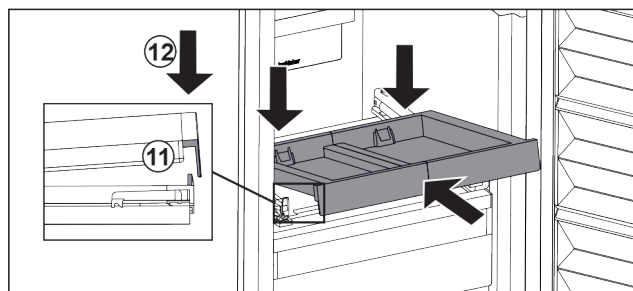

Fig. 98
- ▶ L'insérer en l'inclinant. Veiller à ce que, des deux côtés, la butée soit derrière la languette. Fig. 98 (11)
- ▶ Déposer le compartiment coulissant par l'avant. Fig. 98 (12)